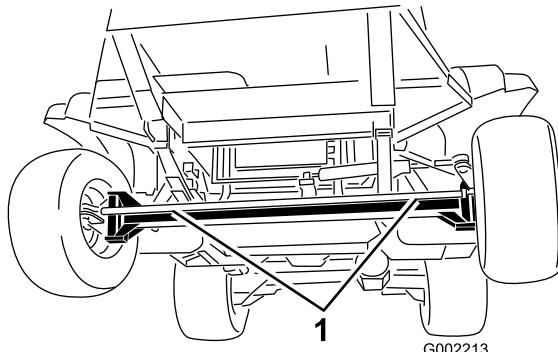

**Bild 52**
3. Drehen Sie das Abschleppventil (Bild 52) um 90° in eine Richtung, um es zu öffnen.